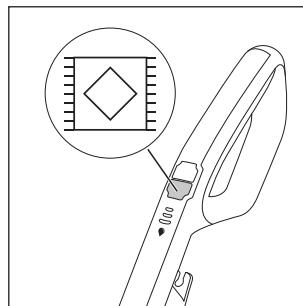

Fig. 17
- ◆ Appuyez sur l'interrupteur moquette 13 pour allumer l'appareil (voir fig. 17). La LED de l'interrupteur moquette 13 s'allume en bleu.
- ▶ Lorsque pour nettoyer des moquettes vous appuyez sur l'interrupteur solution de nettoyage ⑯, deux fois autant de solution de nettoyage est distribué sur le rouleau brosse ⑥ par rapport au nettoyage de sols durs.
- ▶ Pour faire sécher plus vite les moquettes après le nettoyage, passez plusieurs fois avec l'appareil sur la moquette sans maintenir l'interrupteur solution de nettoyage ⑯ appuyé.
- ◆ Appuyez à nouveau sur l'interrupteur moquette ⑬ pour éteindre l'appareil (voir fig. 17).